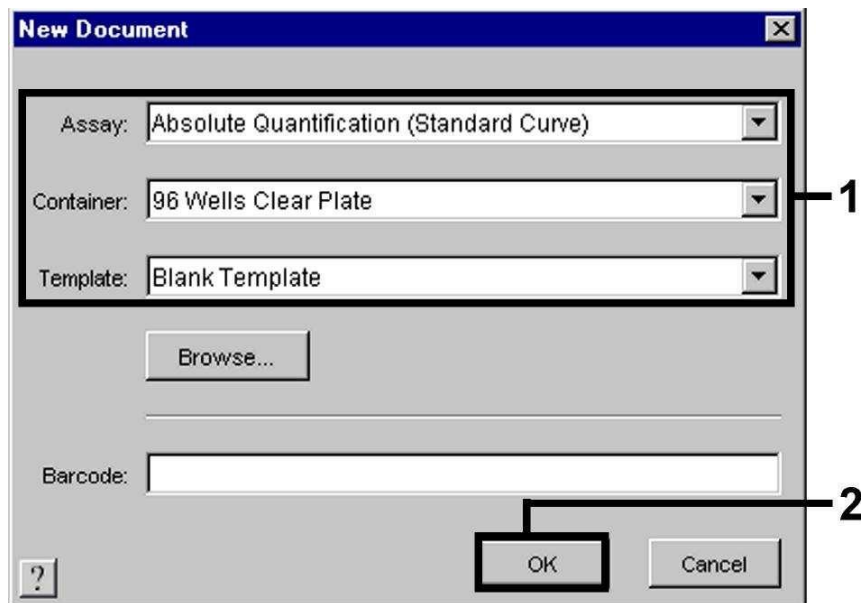

Fig. 11 : Pré-paramétrages lors de la création d'un nouvel essai PCR (*New Document*).
Dans le cas de l'ABI PRISM 7900HT SDS, sélectionner la commande *New* du menu *File* et définir les paramètres de base suivants pour le nouveau document (voir Fig. 11). Un modèle préalablement enregistré (*ABI PRISM SDS Template Document (*.sdt)*) se trouve dans la liste *Template* ou peut être sélectionné à l'aide de la fonction *Browse* (voir **8.5.2.5 Enregistrement de l'essai PCR**). Confirmer les indications (OK).